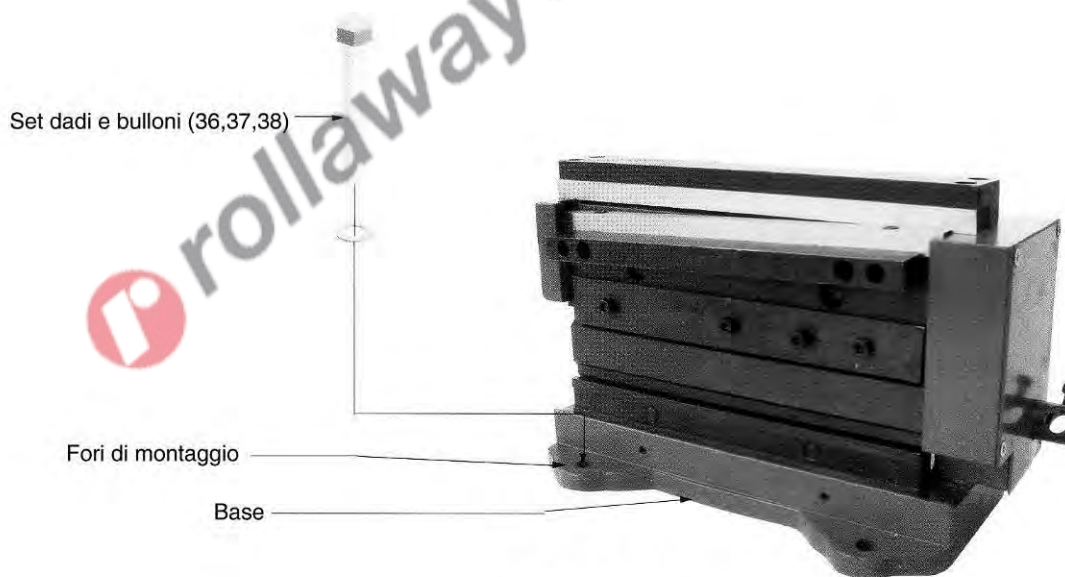

Figura 1 - Parti principali
5. Inserire dadi e bulloni nei fori della base, come da Figura 1
5. Posizionare la mini cesoia sul tavolo da lavoro e centrare i buchi forati con quelli della base . Vedi Figura 1.